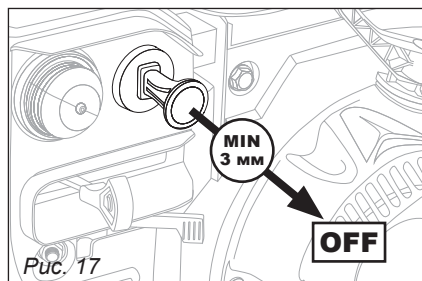

Рис. 17
- Переведите выключатель в положение «OFF» (рис. 17).